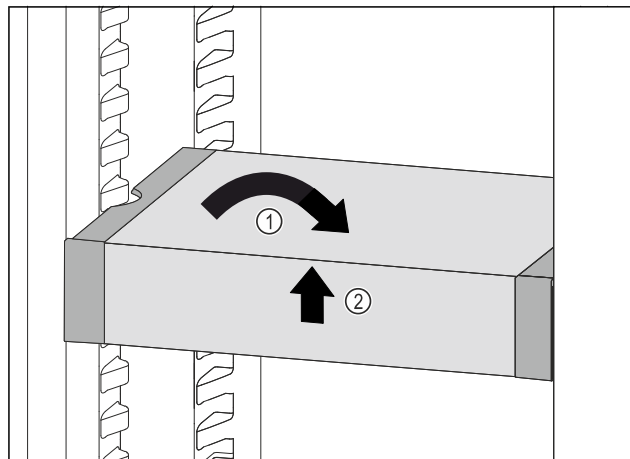

Fig. 128
- ▶ Ispravite VarioSafe. Fig. 128 (1)
- ▶ Podignite sprijeda VarioSafe. Fig. 128 (2)